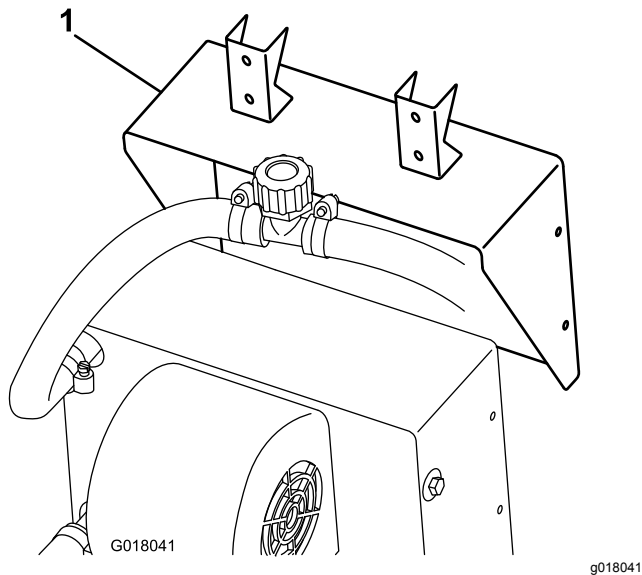

Figure 3
1. Fixez le support de chauffage au chauffage avec les vis fournies avec le chauffage (**Figure 3**).